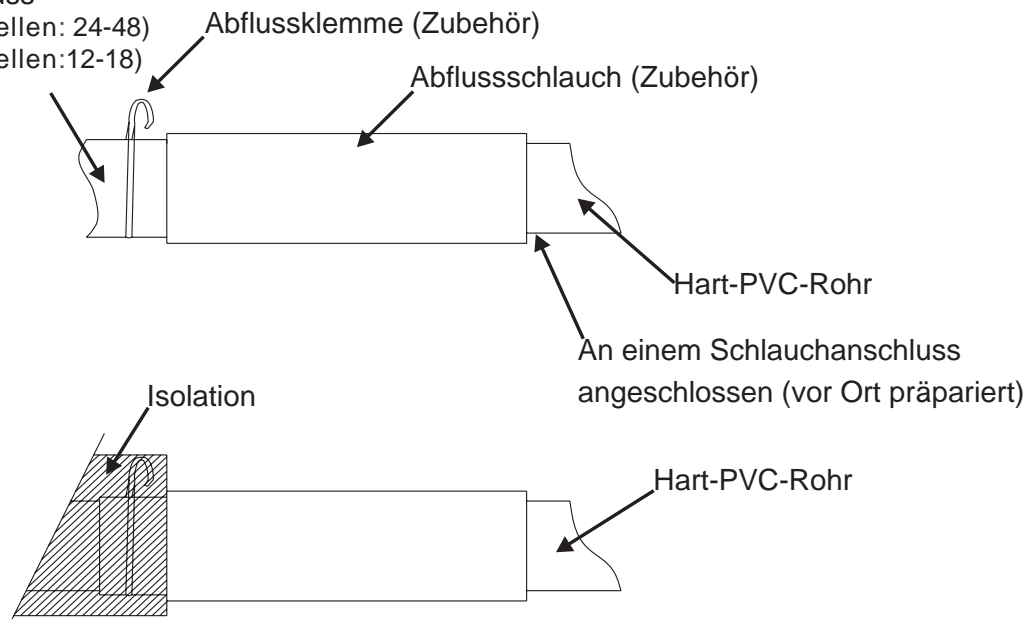

Abb.10
3. Führen Sie den Abflussschlauch ein, bis er gut an der Abflussmündung angeschlossen ist und schließen Sie die Schlauchklemme fest zu (vor Ort präpariert)(Abb. 10).
4. Nachdem Sie den Abfluss geprüft haben, umwickeln Sie den Abflussschlauch mit der Isolierung und den Klemmen . (vor Ort präpariert)(Abb.10)